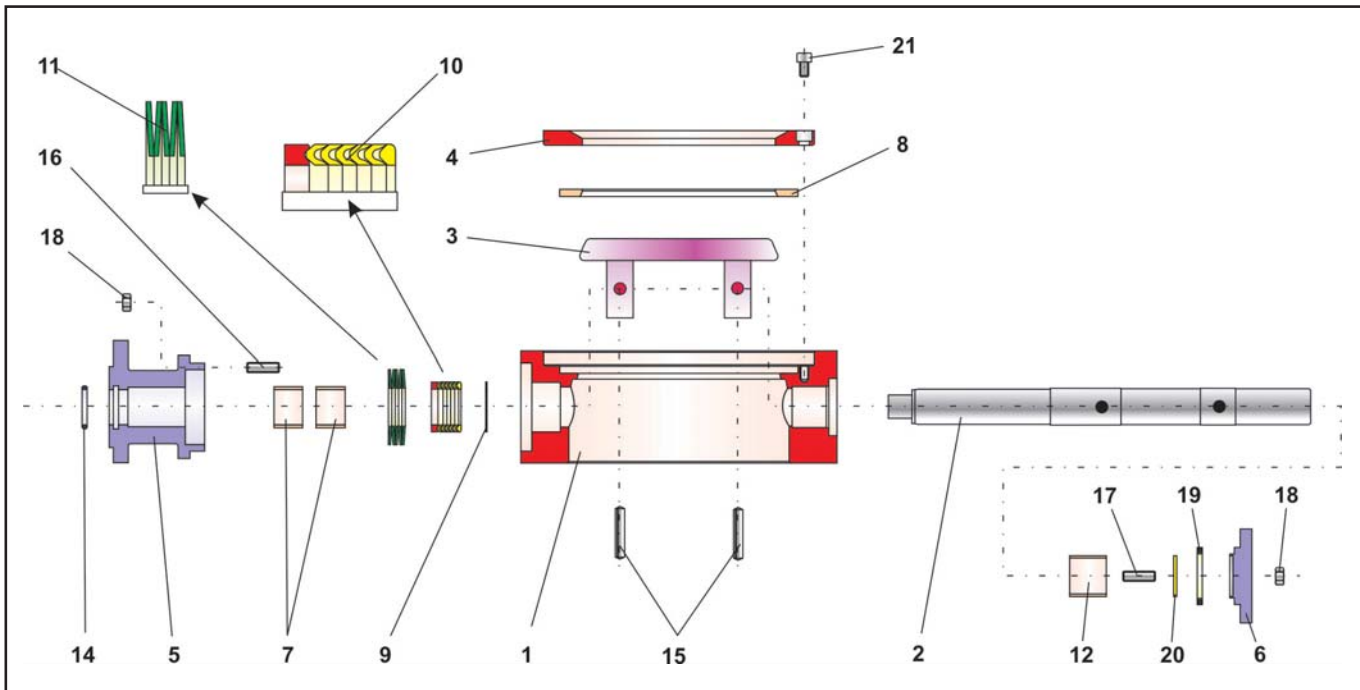

Bild 3 - Explosionszeichnung der Stellklappe BR 14a
Hinweis: Die in der Explosionszeichnung (Bild 3) dargestellte Lage und Anordnung der Einzelteile ist bei der Montage einzuhalten.
Die Druckscheibe (9) wird über das freie Wellenende an die entsprechende Stelle im Klappengehäuse (1) geschoben. Die PTFE - Dachmanschettenpackung (10) wird über die Welle in die Gehäusebohrung geschoben und mit einer Montagehülse ange-drückt. Die Anordnung der Dachmanschettenpackung ist der Explosionszeichnung (Bild 3) zu entnehmen.
Der Tellerfedernsatz (11) wird über die Welle geschoben und an die entsprechende Stelle auf die Packung platziert. Auch die Anordnung der Tellerfedern sind der Explosionszeichnung (Bild 3) zu entnehmen.